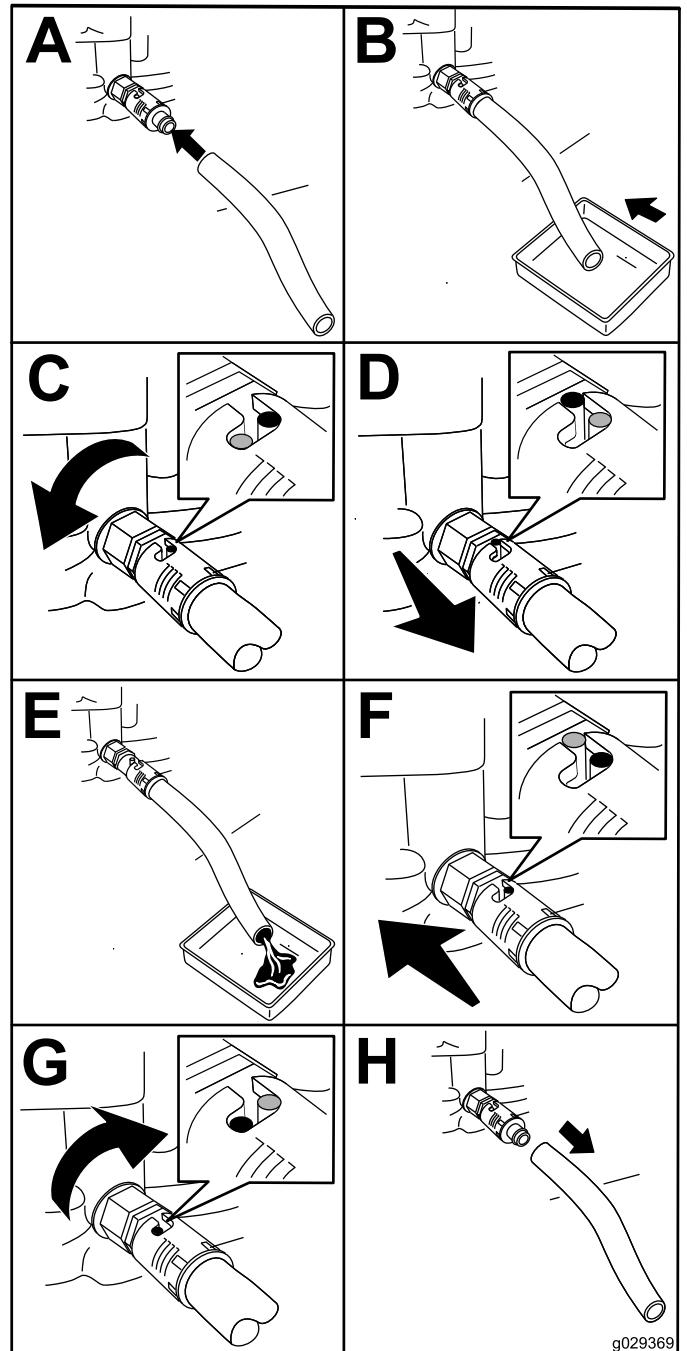

図 31
4. ドレンバルブに、ドレンホースを接続する図 31。
5. ホースの出口側を、廃油受け容器に入れる図 31。
6. ドレンバルブを左に 1/4 回転させてオイルを排出する図 31。
7. オイルが完全に抜けたら、ドレンバルブを右に 1/4 回転させて閉じる図 31。